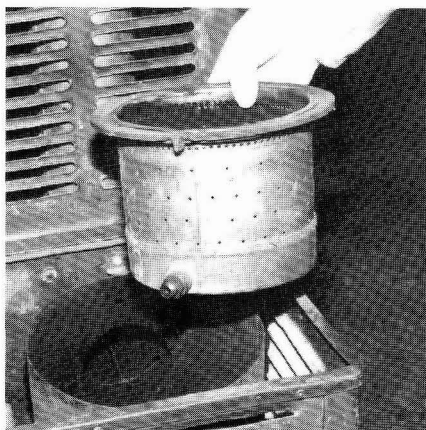

Bild 35
- Brennertopf (Bild 35) nach oben aus dem Heizzyylinder herausnehmen.
- Flammenleitmuschel einbauen, siehe Abschnitt 2.1.2.2 (2).
- Abgasführende Teile anbauen, siehe Abschnitt 2.1.2.2 (3)